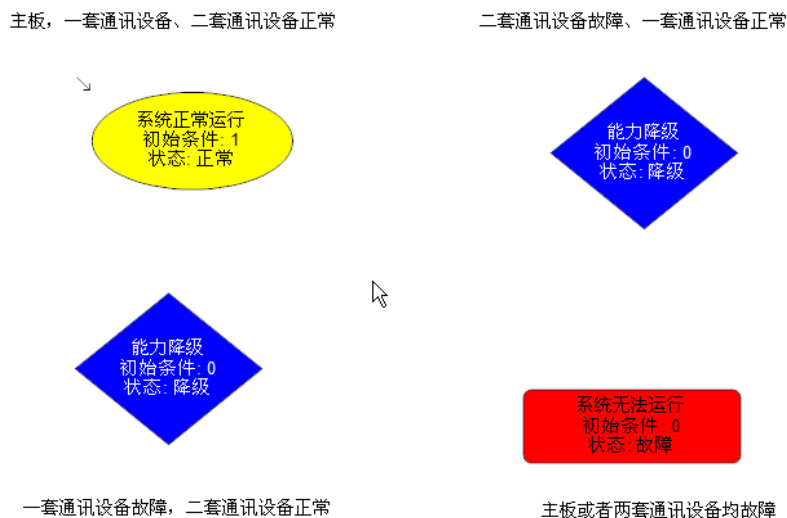

图 1-2 马尔可夫框图
4. 添加状态到状态转移图。激活页面下方的马尔可夫图区域，通过菜单 **插入|状态** 构建，如图 1-2 所示。